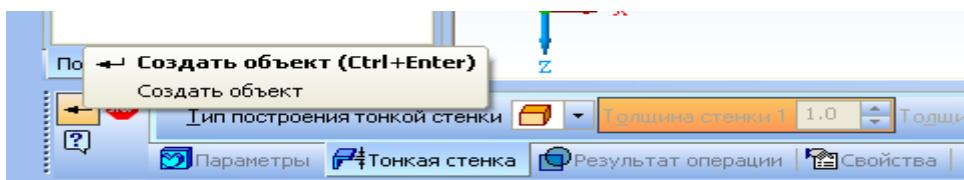
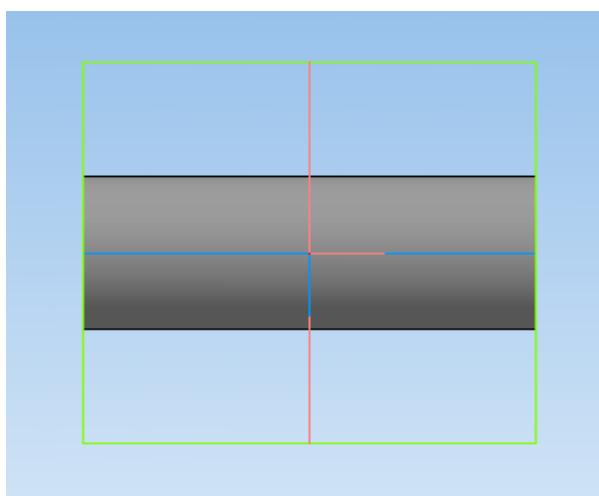

Рис. 14
Рис. 15
12. Далее нажимаете кнопку «создать объект» (рис. 14) и у Вас должна получиться следующая деталь (рис. 15).